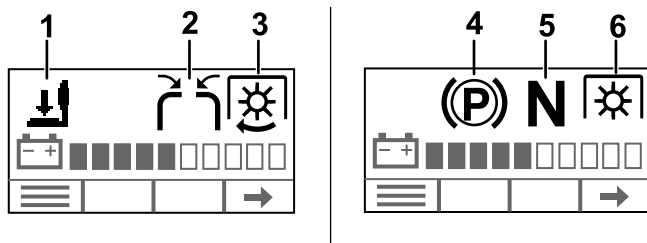

Figure 21
2. Vérifiez que chaque icône du système de sécurité indiquée à la Figure 21 s'affiche sur l'InfoCenter quand le système de sécurité est actif et disparaît quand le système est désactivé.